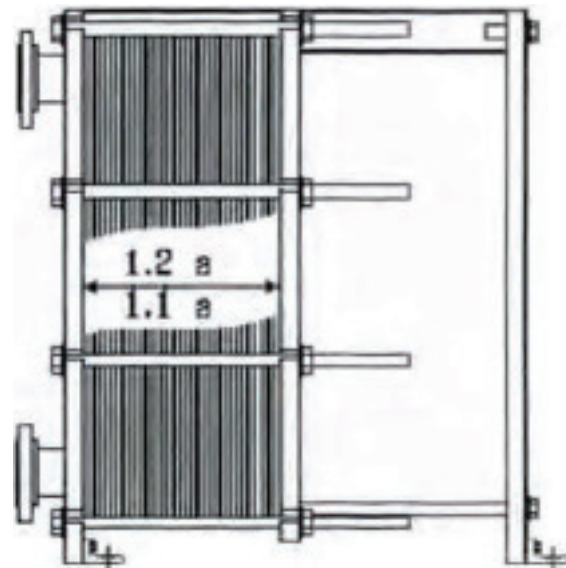

Figure 3.2 Le desserrage du faisceau pour l'entreposage
- Réduire la compression du faisceau de 10 à 20% (voir figure 3.2)